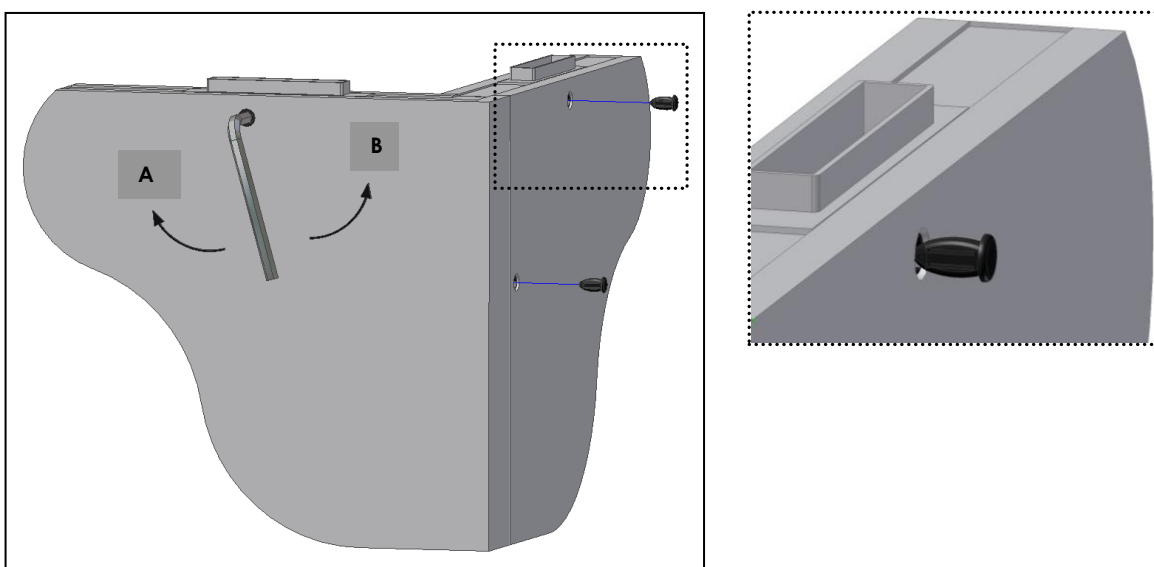

Fig. 10
- Girare la chiave nel senso delle lancette dell'orologio fino a fermare (Fig.10 – Posizione **A**).
- Girare la chiave nel senso contrario fino a fissare (Fig.10 – Posizione **B**).
- Dopo fissare, collocare i **cappucci** nei fuori (Fig. 10).